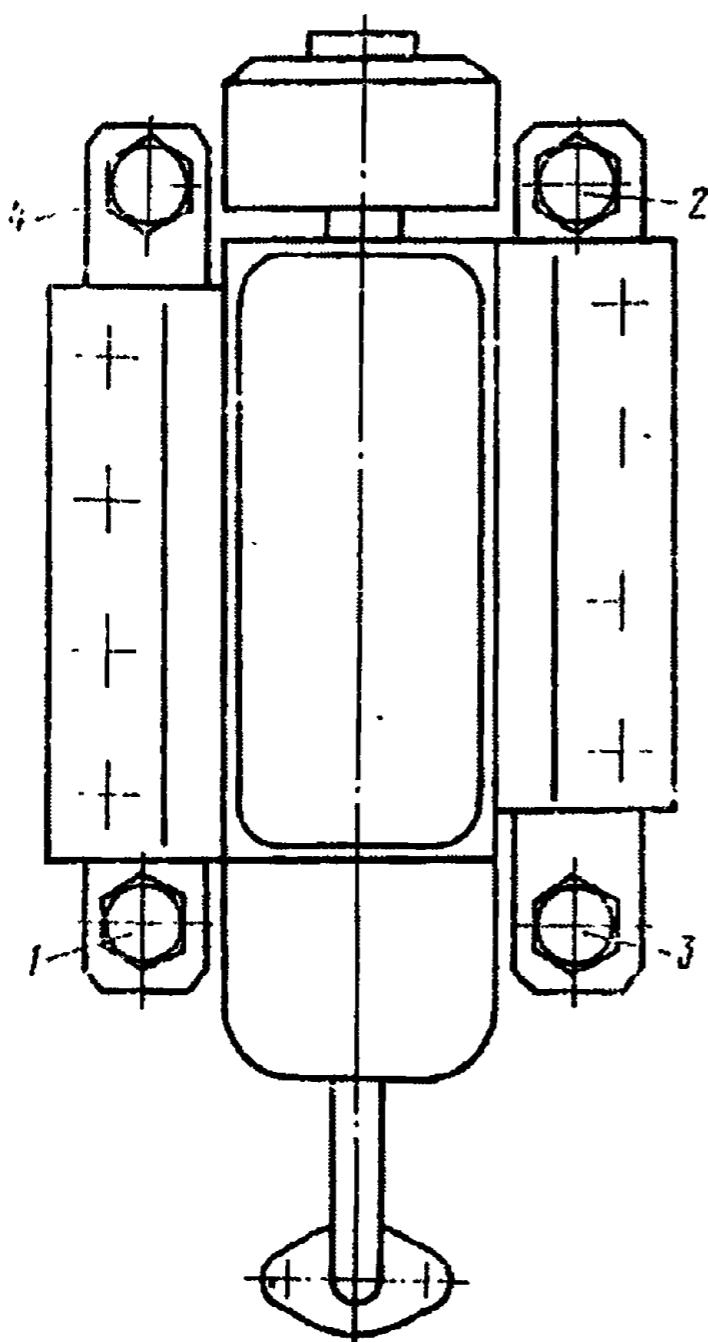

Рис. 8. Порядок затяжки болтов (1...4) крепления топливного насоса высокого давления
17. Выверните болты 1—4 крепления ТНВД в порядке, указанном на рис. 8. Снимите ТНВД	Сменная головка 13 мм, ключ 13 мм, вороток
20. Установите и закрепите ТНВД болтами с пружинными шайбами в порядке, указанном на рис. 8	Сменная головка 13 мм, вороток